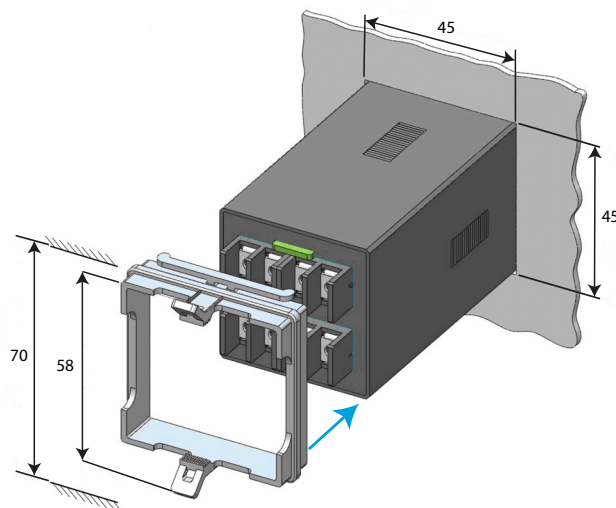

Figura 2: Instalación del equipo.
2.- Quitar el marco de fijación del equipo (**Figura 2**).